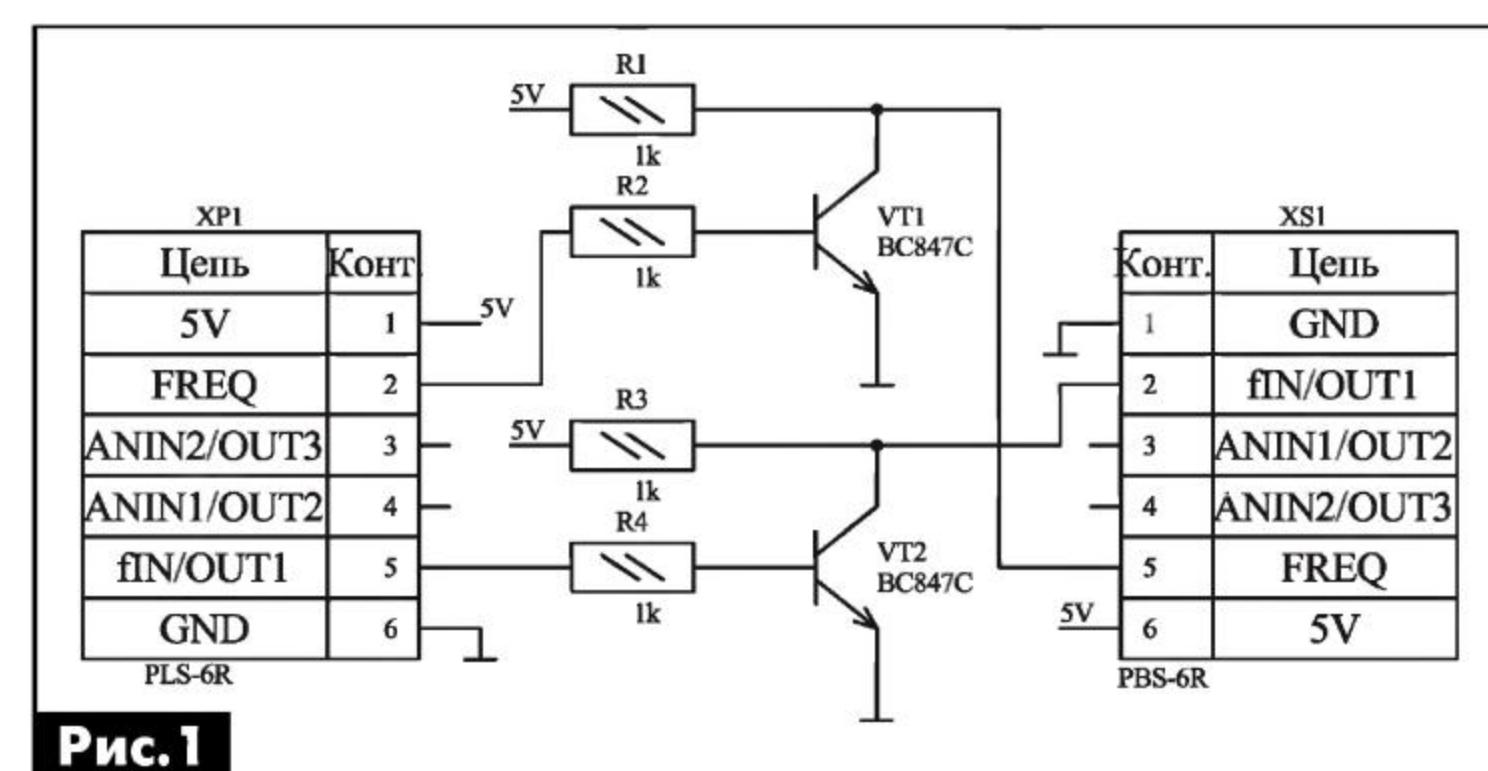

Рис. 1
*** драйвер V-USB от OBJECTIVE DEVELOPMENT Software GmbH, использованный в данных устройствах на основе микроконтроллеров без внешнего кварца, допускает изменение температуры устройства после подключения к шине USB не более чем на $\pm 10^\circ\text{C}$. Иногда это может служить препятствием для исследования схем с низковольтными сигналами. В таком случае на помощь придет приставка, состоящая из нескольких недорогих компонентов. Схема электрическая одного из вариантов такой приставки показана на **рис. 1**. Она обеспечивает